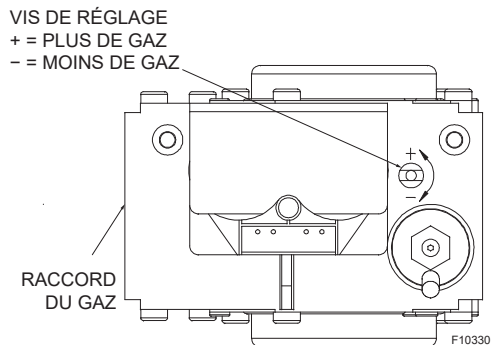

Figure 41. Vanne de gaz
3. Pour réduire la pression du distributeur et réduire le rapport air/carburant, tournez la vis de réglage dans le sens horaire (vers le 1) (voir **Figure 41**). La réduction de la pression dans le distributeur réduit le pourcentage de CO₂ dans les gaz de combustion.